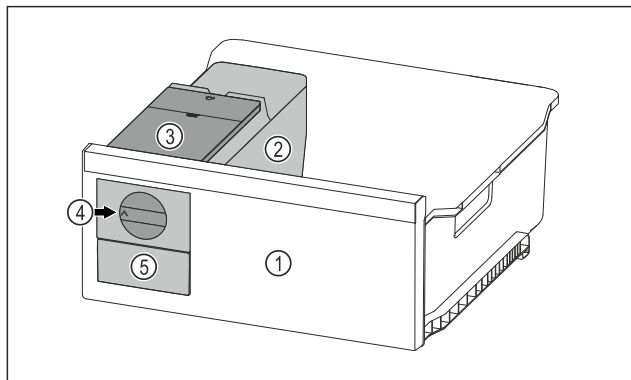

Fig. 70 Representación a modo de ejemplo
- ▶ Girar el botón giratorio Fig. 70 (4) en el sentido de las agujas del reloj hasta el tope.
- ▷ Los cubitos de hielo caen de la cubitera al compartimento de cubitos de hielo Fig. 70 (5).